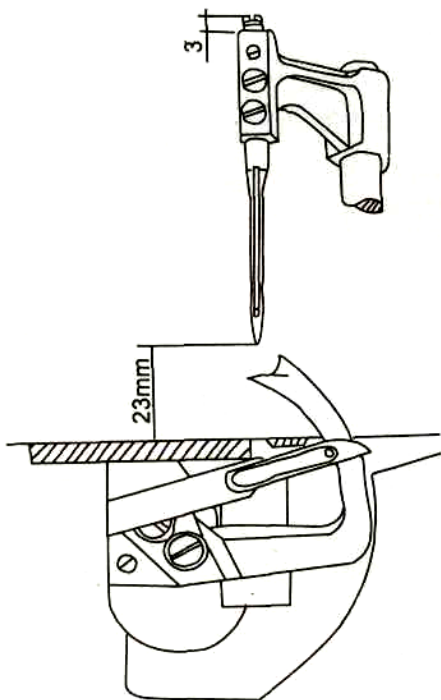

Fig.23
Слегка ослабьте винты G и установочный винт F так, чтобы он высывался из своего гнезда на 3мм (Рис.23).
Затяните винт G, вставьте новую иглу и зафиксируйте его винтом Н (Рис.18). Повернув маховое колесо рукой, до тех пор, пока игловодитель не окажется в самом верхнем нейтральном положении, в этом положении расстояние между острием иглы и поверхностью игольной пластины (I) (Рис.23) должно составлять точно 23 мм.